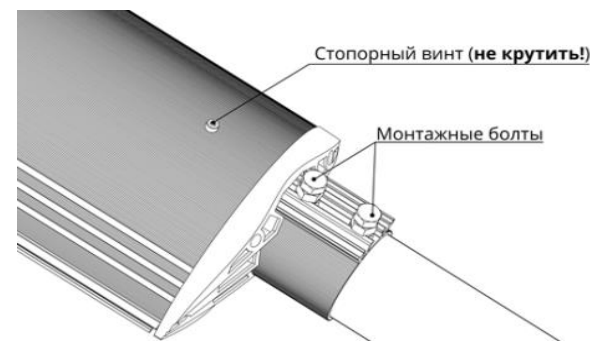

Рис. 1
- 6.4 Произвести монтаж светильника как показано на рис.1: